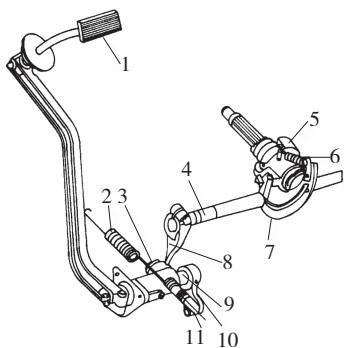
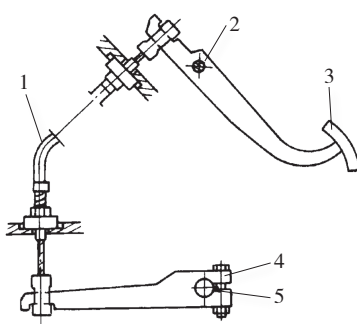

图 1-1-9 离合器机械杆系操纵机构
图 1-1-10 离合器机械绳索操纵机构
(1) 机械式操纵机构有两种类型：机械杆系操纵机构（图 1-1-9）和机械绳索操纵机构（图 1-1-10）。